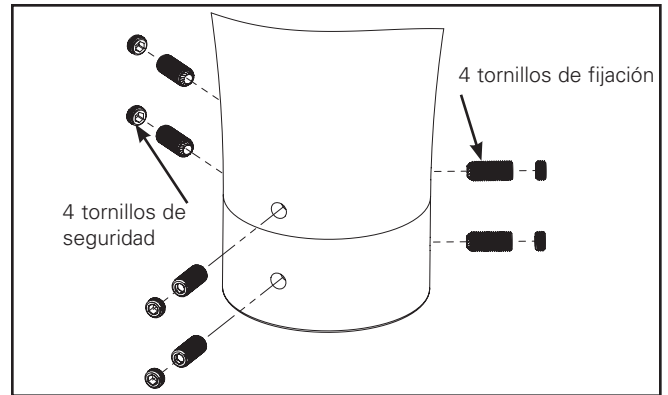

Figura 2.
4. Desliza el accesorio en la espiga (Figura 2).